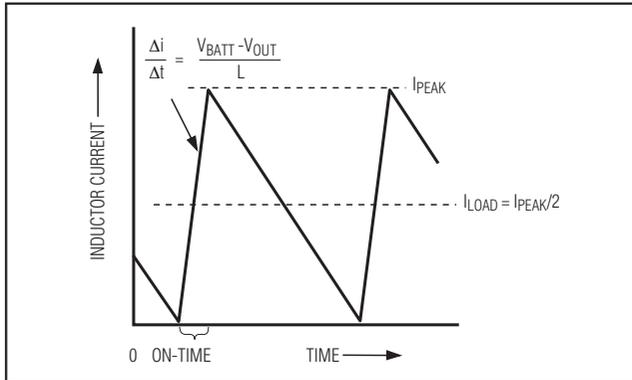

図4. パルススキップ/断続クロスオーバー点
ここで、Kはオン時間のスケールファクタです(表4)。PFM/PWMクロスオーバーが発生する負荷電流レベル $I_{LOAD(SKIP)}$ は、インダクタ値の関数であるピークトゥピークリップル電流の1/2です(図4)。たとえば、 $V_{OUT1} = 2.5V$ 、 $V_{IN} = 15V$ 、および $K = 2.96\mu s$ (表4)の標準動作回路では、パルススキップ動作への切替は $I_{LOAD} = 0.7A$ 、すなわち最大限度負荷の約1/6で行われます。スイング(ソフト飽和)インダクタを使用する場合は、クロスオーバー点はさらに低い値で発生します。
- 1) V_{IN} が低くて V_{OUT} が高く、かつ負荷電流が最大の状態で、最低(谷間)のインダクタ電流($I_{L(MIN)}$)を決定します。最低インダクタ電流は、 I_{LOAD} からリップル電流の半分を引いた値です(図4)。